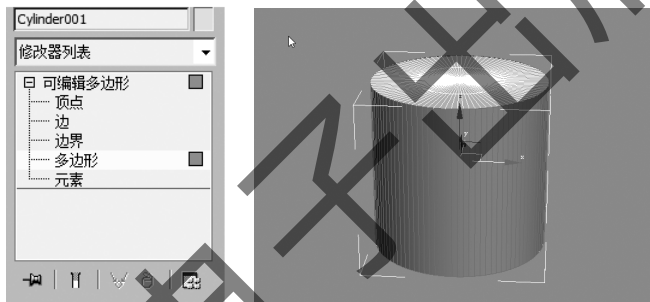

图 4-69 选择高度上的面
Step11: 进入“圆柱”的“多边形”级别, 选择“圆柱”高度上的所有的面, 如图 4-69 所示。